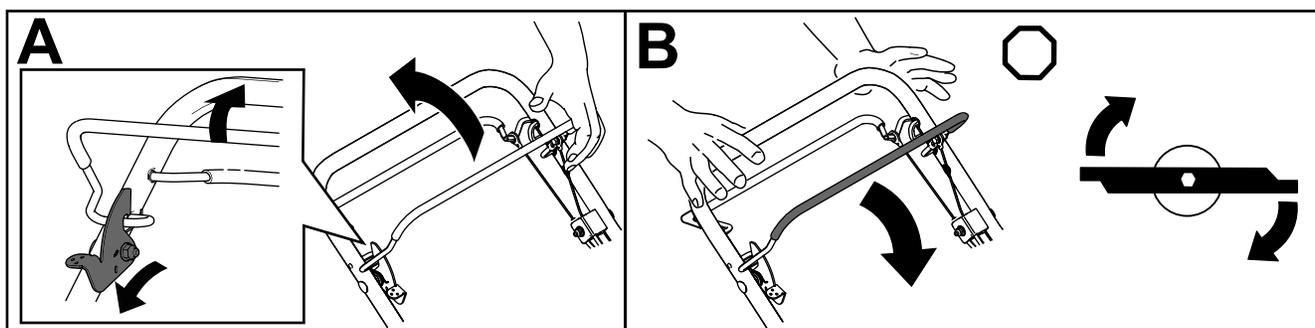

Рисунок 17
1. Нажмите вперед и удерживайте рычаг фиксатора управления ножом, чтобы освободить штангу управления ножом (вид А на Рисунок 17).
2. Прижмите штангу управления ножом к рукоятке и отпустите рычаг фиксатора управления ножом; нож будет включен (вид А на Рисунок 17).
3. Отпустите штангу управления ножом для выключения ножа (вид В на Рисунок 17). Рычаг фиксатора управления ножом будет сброшен в исходное положение для фиксации штанги управления ножом.